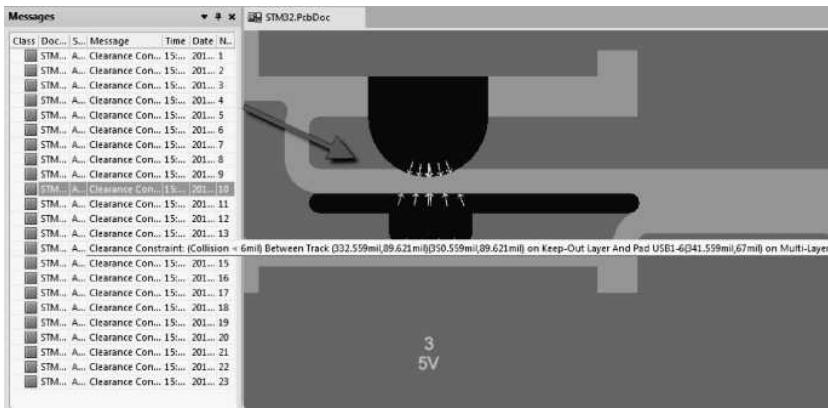

图 13-56 DRC 跳转
(2) 单击执行“运行 DRC”命令，运行 DRC。
(3) 检查出的问题可以通过执行命令“Panels-Messages”进行查看，双击“Messages”面板中的选项，可以自动跳转到存在问题处，对其进行修正，如图 13-56 所示。